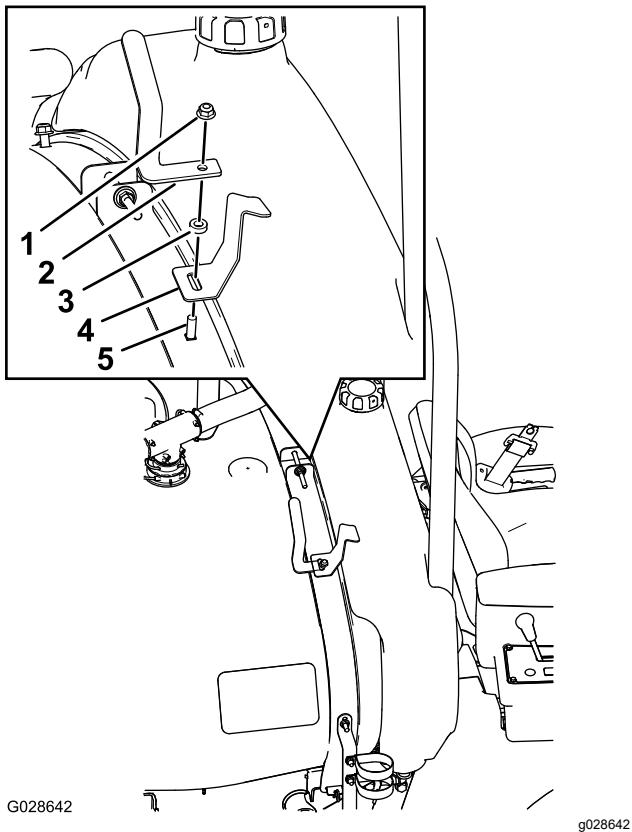

Figura 15
7. Alinhe o suporte do tubo, espaçador (3/8 x 1/4 pol.) e o suporte do depósito direito no parafuso de carroçaria (3/8 x 1 pol.) no orifício superior interior da cinta dianteira direita (Figura 15).
- Fixe o suporte do tubo, o espaçador e o suporte do depósito ao parafuso de carroçaria e à cinta (Figura 15) com uma porca de bloqueio flangeada (3/8 pol.).